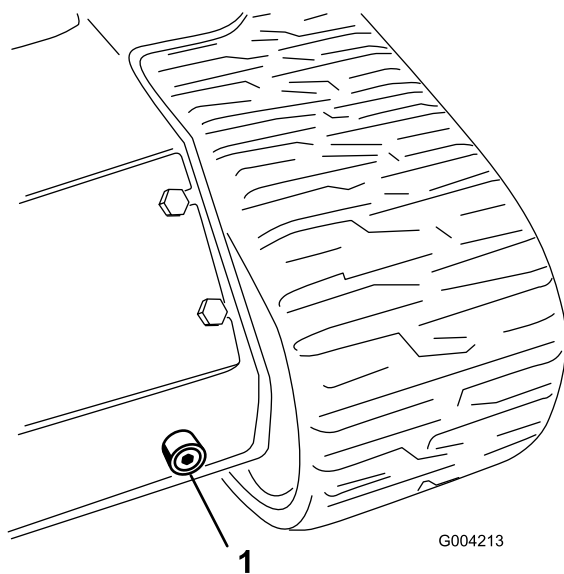

Figura 56
6. Coloque un recipiente grande (con capacidad para 56,8 litros) debajo del tapón de vaciado situado en la parte delantera de la unidad de tracción (Figura 56).
7. Retire el tapón de vaciado y deje fluir el aceite al recipiente (Figura 56).